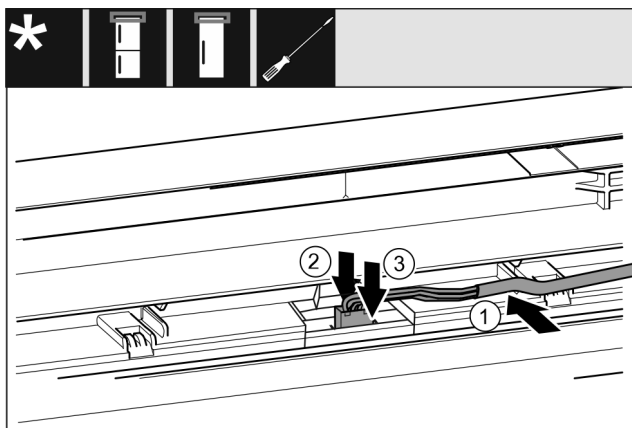

Fig. 44
- ▶ Legg den grå kabelen inn i føringen på den øvre døren. Fig. 44 (1)
- ▶ Trykk låsetappen bakover. Fig. 44 (2)
- ▶ La pluggen klikke på plass. Fig. 44 (3)